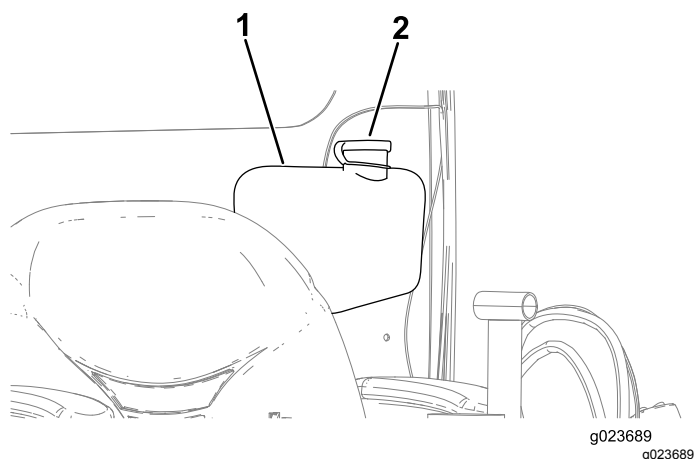

Bild 134
2. Öffnen Sie den Deckel am Behälter der Scheibenwaschanlagenflüssigkeit (Bild 134).
3. Füllen Sie den Behälter für die Scheibenwaschanlagenflüssigkeit, bis er voll ist (Bild 134).
4. Schließen Sie den Behälterdeckel für die Scheibenwaschanlagenflüssigkeit (Bild 134).